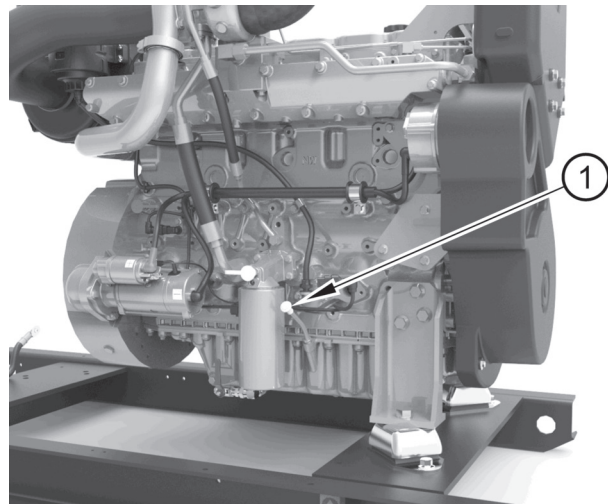

Figura 32
7. Riempire la coppa con la giusta quantità del nuovo olio lubrificante per motore. Lasciare all'olio il tempo sufficiente per raggiungere la coppa. Sfilare l'astina di livello (figura 32 voce 1) e verificare che l'olio lubrificante raggiunga l'indice di "massimo". Non superare l'indice di "massimo" sull'astina di livello. Controllare che l'astina di livello sia inserita in modo corretto nel rispettivo tubo.